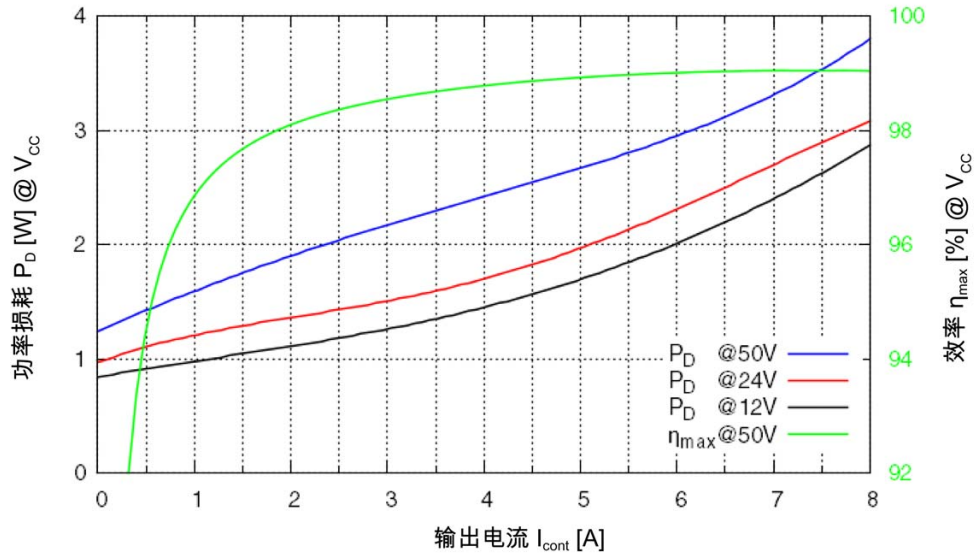

图 2-1 功率损耗和效率
扩展范围 *1)	Module 50/8: +45 ~ +85 °C Module 50/8 HE: +65 ~ +92 °C 降低额定功率 → 图 2-1
**2) → 图 2-1**